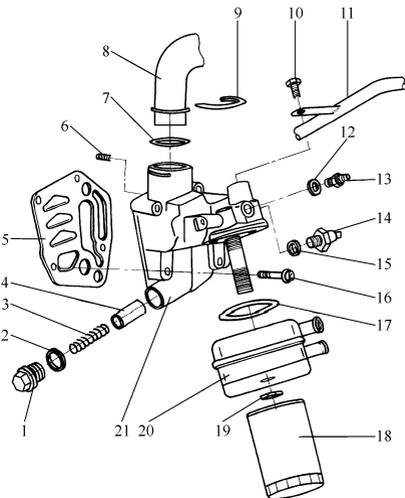

图 2-112 机油滤清器的分解
4) 奥迪 A6 ANQ 发动机润滑系统机油滤清器如图 2-112 所示, 拆卸机油滤清器时, 应使用机油滤清器扳手 3417。